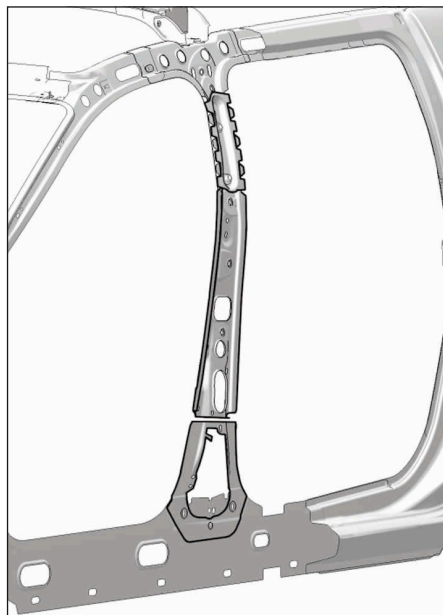

FIG.60
- Respecter les lignes de coupe (Fig.60).